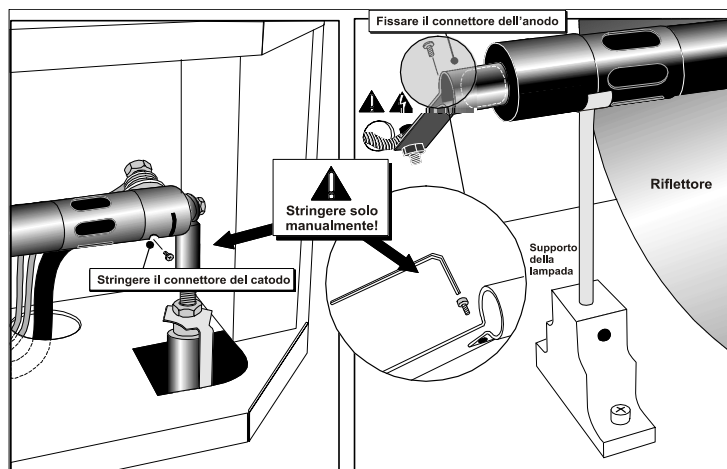

Figura 4-2 Fissare la lampada sui connettori del catodo (-) e dell'anodo (+)
- Allentare le viti di fissaggio sui connettori negativo/catodo (posteriore, 0,3 cm) e positivo/anodo (anteriore, 0,5 cm). Queste viti sono illustrate nella **Figura 4-2. Applicare una coppia di serraggio minima e NON SOTTOPORRE A SOLLECITAZIONI la lampada al quarzo.**
- c. Stringere le viti di fissaggio sui connettori positivo e negativo (**Figura 4-2**). **Importante** *Un contatto elettrico corretto previene la resistenza nei connettori della lampada.* Qualora il corpo in quarzo della lampada venga toccato accidentalmente con le mani nude, pulirlo come descritto nella Sezione 4.1 Manutenzione e pulizia.